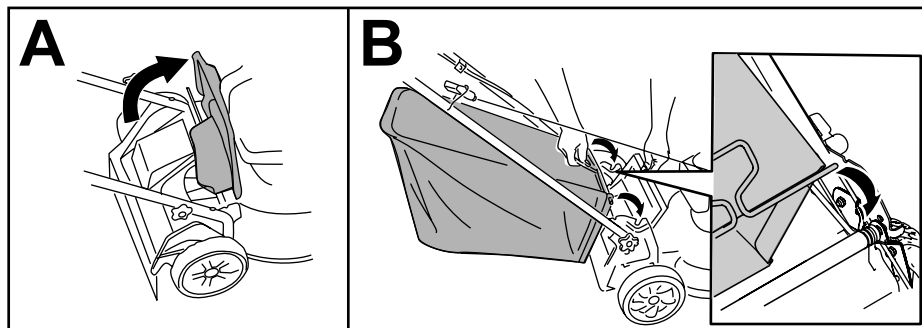

Figura 11
1. Levante el deflector trasero (Figura 11, A).
2. Introduzca los extremos de la varilla de la bolsa de recogida en las muescas de los soportes del manillar (Figura 11, B).